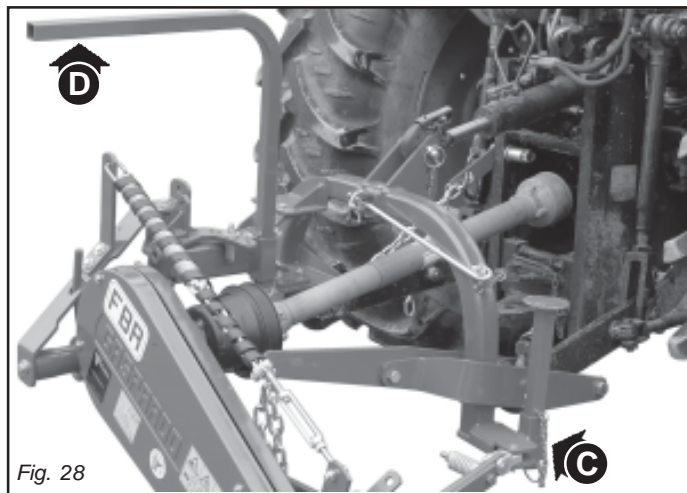

Fig. 28
- Rimuovere i puntelli di sostegno (C e D, Fig. 28) e rimontarli capovolti nelle proprie sedi.